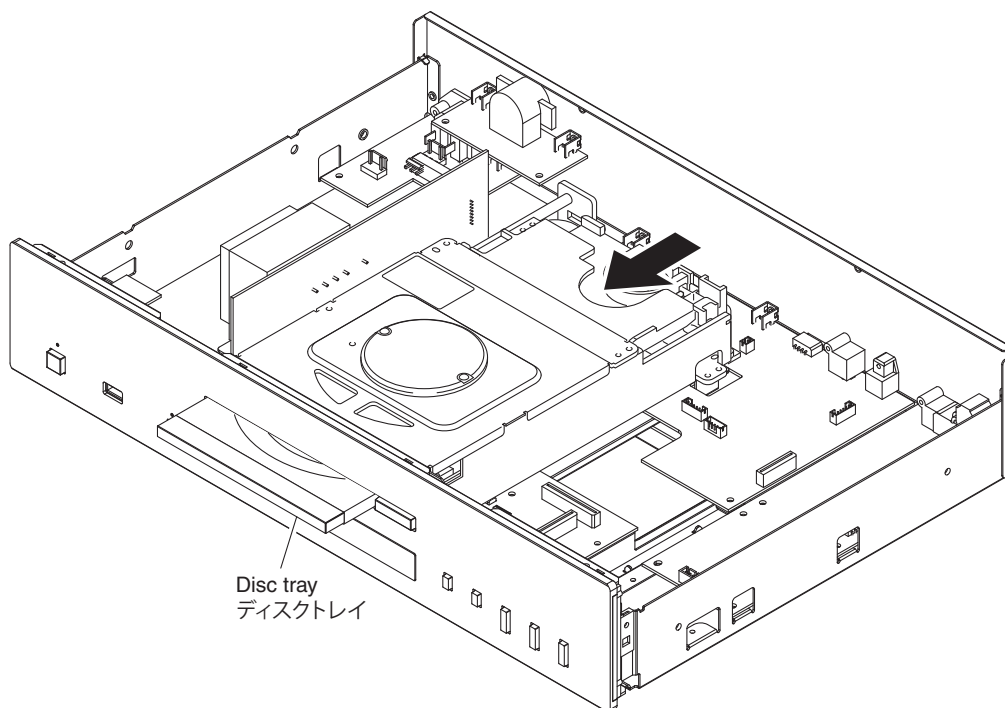

Fig. 3
- b. Push out the disc tray by pushing its rear. (Fig. 3)
- b. ディスクトレイの後方を押し、ディスクトレイを押し出します。(Fig. 3)